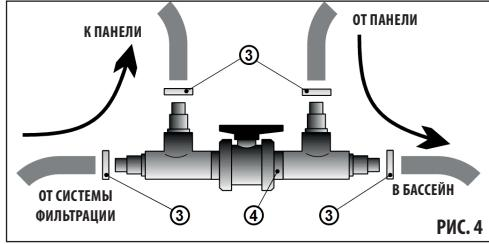

РИС. 4
2) Ручной байпас (4) – при его наличии соедините его со шланговыми патрубками панели. Соединение осуществляйте при помощи шлангов и хомутов для шлангов (3 – см. РИС. 4).
5) Идущие от системы фильтрации соедините с патрубком для шланга на одной стороне ручного байпаса (4).
6) При помощи следующего нового шланга соедините шланговый патрубок ручного байпаса (4) с возвратной форсункой бассейна.
7) Проверьте шланговые соединения и подтяните хомуты для шлангов (3).